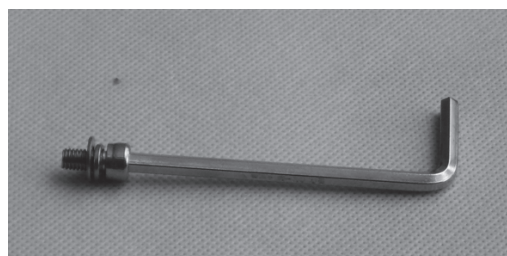

Рис. 2.5.
- 4.1. Вставьте шестигранный ключ в головку винта, наденьте на винт шайбу Гровера и плоскую шайбу (рис. 2.5).